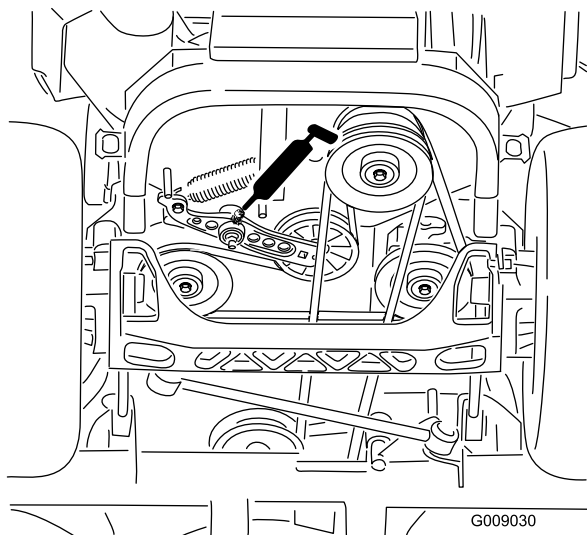

Figure 50
4. Graissez les bras de la poulie de tension de la courroie d'entraînement (Figure 50).